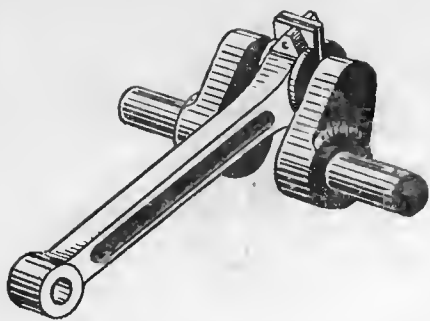

Рис. 1. Кривошипно-шатунный механизм.
**Кривошипно-шатунный механизм.** Один из наиболее распространенных в машинах механизмов — кривошипно-шатунный механизм (рис. 1). Свое название он получил от основных своих деталей: кривошипа и шатуна.